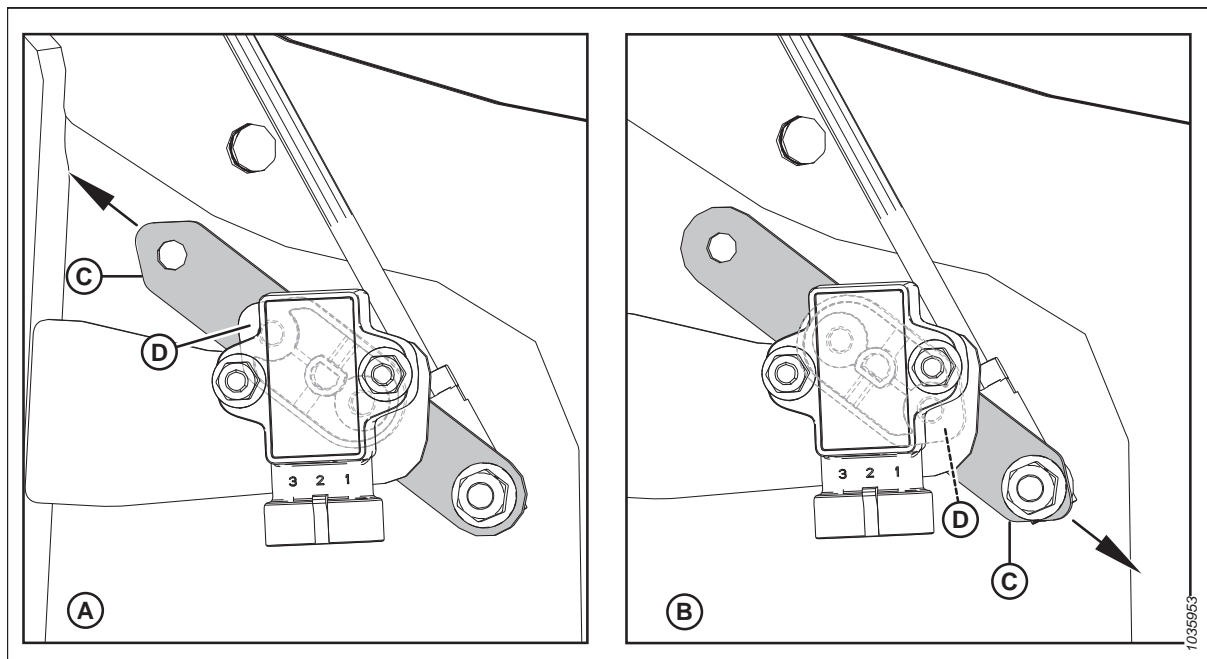

Figura 3.190: Configurazioni del braccio/puntatore del sensore
5. Verificare che il braccio del sensore (C) e l'indicatore (D) siano configurati correttamente per la testata. Per istruzioni, vedere la Figura 3.190, pagina 175.